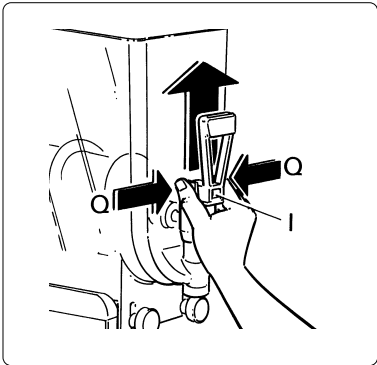

Fig. 12
- premere contemporaneamente sulle due alette di blocco (Q) e sollevare il rubinetto (I) per estrarlo dalla propria sede (vedi fig. 12).